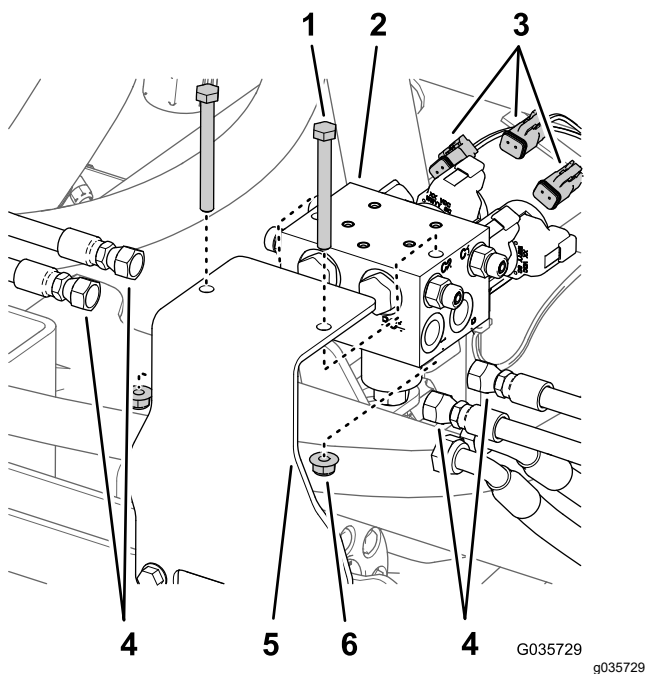

Figura 12
2. Etichetați toate furtunurile conectate la colectorul cilindrului de ridicare (porturile C1, C2, C3 și C4) și deconectați-le de la colectorul cilindrului (Figura 12).
3. Deconectați conectorii cablajului din spate de la solenoidii colectorului cilindrului de ridicare (Figura 12).
4. Îndepărtați colectorul cilindrului de ridicare din suportul de montare prin îndepărtarea a 2 uruburi și 2 contrapiulie (Figura 12).